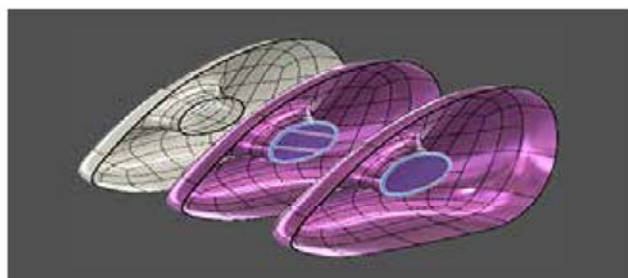

图 2-109
(7) **补孔**: 填充 T 样条实体中的内部孔。选择孔的边并设置填充的类型, 如图 2-109 所示。